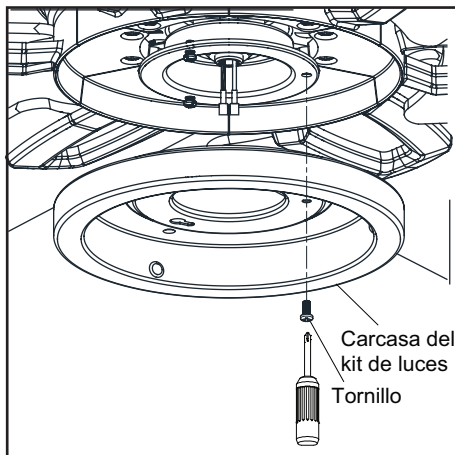

Figura 13
1. Afloja, pero no quites, dos de los tres tornillos de montaje del conjunto del motor del ventilador; retira un tornillo de montaje. (Figura 13)
2. Empuja la carcasa del kit de luces hasta el conjunto del motor del ventilador de manera que las cabezas de los dos tornillos aflojados encajen en las ranuras tipo ojo de cerradura. Gira la carcasa del kit de luces hacia la derecha y aprieta los tornillos. Vuelve a instalar el tornillo que retiraste en el paso 1 y apriétalo firmemente. (Figura 13)